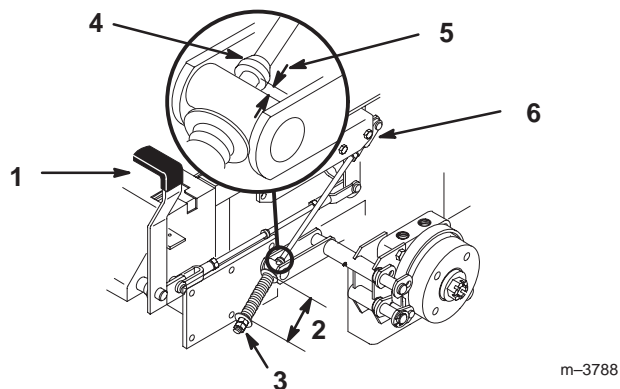

Figure 74
2. Mesurez la longueur du ressort. Les rondelles doivent être distantes de 70 mm (Fig. 74).
3. Si un réglage est requis, desserrez l'écrou de blocage situé sous le ressort et serrez l'écrou directement au-dessous de la chape (Fig. 74). Vissez l'écrou jusqu'à ce que le ressort ait la longueur voulue. Serrez les deux écrous ensemble et répétez la procédure de l'autre côté de la machine.
- Mesurez la distance entre le galet de tourillon et le collier sur la tige de frein. Elle doit être comprise entre 5 et 7 mm (Fig. 74).
- Si un réglage est requis, desserrez l'écrou de blocage situé juste au-dessous de la chape. Tournez la tige inférieure jusqu'à obtention de l'écart voulu (Fig. 74). Serrez l'écrou de blocage sur la chape.